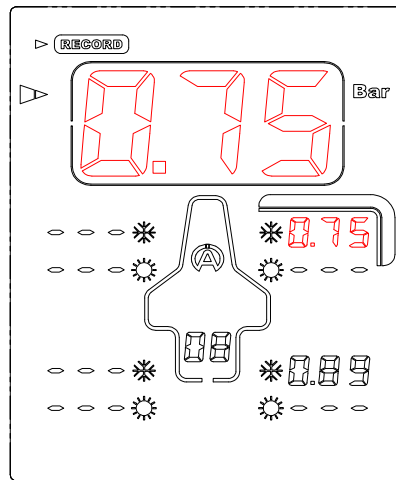

Abbildung 4
- 4) Drücken Sie die mittlere Taste **Ok**, um den gemessenen Druck zu speichern, anschließend springt der auf dem Display angezeigte Messpunkt automatisch auf den nächsten Reifen gemäß der im SETUP-Menü programmierten Sequenz. In diesem Beispiel (Abbildung 4) springt das Gerät auf den vorderen rechten Reifen.
- 5) Setzen Sie die Spitze des Tyrecontrol auf das Reifenventil (Abbildung 4).